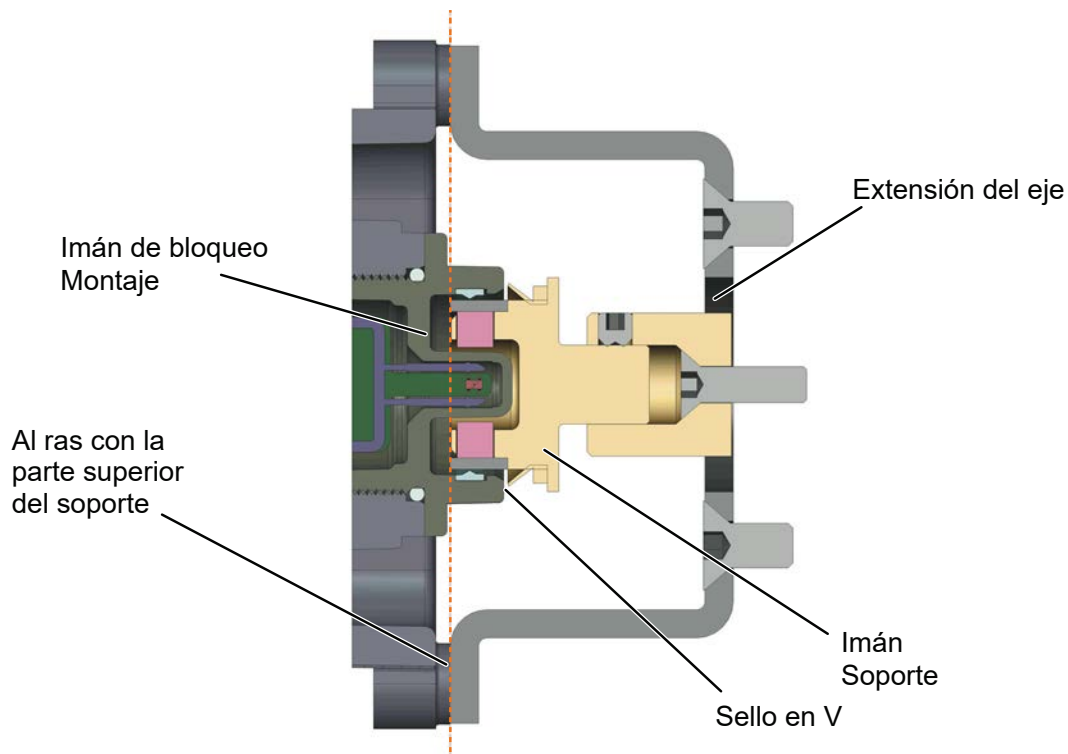

Figura 10 - Válvula de control rotativa Camflex con soporte de montaje (vista lateral)
6. Alinee el extremo del soporte del imán al ras del extremo del soporte de montaje (línea punteada roja en la Figura 10 de la página 29). Asegure el soporte del imán con dos tornillos de fijación M6 usando una llave hex. de 6 mm.